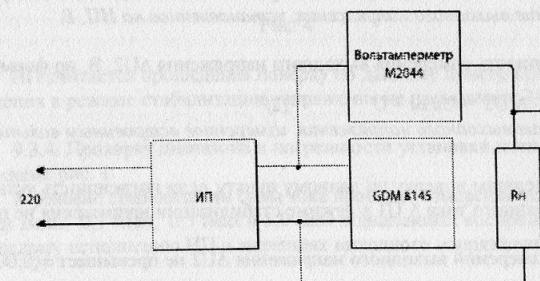

Рис. 3. Где R_n - реостат нагрузочный или иные средства, обеспечивающие необходимые режимы функционирования (далее в тексте нагрузка).
Проверку работоспособности ИП проводят по схеме рис.3 следующим образом:
9.3.1. Проверку диапазона, погрешностей установки и измерения выходного напряжения постоянного тока проводят по схеме рис. 3 с отключенной нагрузкой.
9.3.2. Проверку нестабильности выходного напряжения постоянного тока в режиме стабилизации напряжения постоянного тока при изменении силы постоянного тока в нагрузке проводят с помощью вольтметра GDM 8145 по схеме рис. 3 при максимальном значении выходного напряжения постоянного тока U_{\max} .